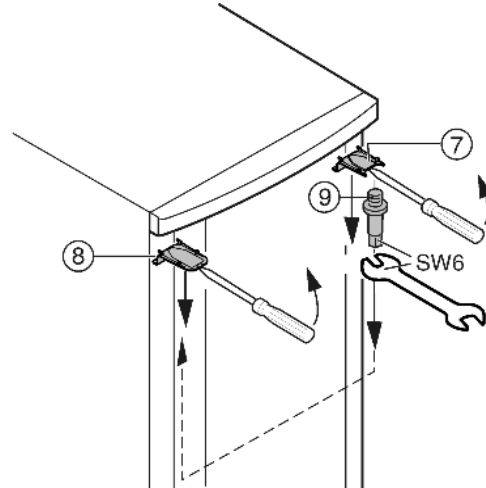

Fig. 7
- ▶ Oben Abdeckung Fig. 7 (7) und Abdeckung Fig. 7 (8) mit einem Schraubendreher vorn austrasten und schräg nach unten entfernen.
- ▶ Lagerbolzen Fig. 7 (9) herausdrehen und auf der Gegenseite **fest (mit 4 Nm)** eindrehen.
- ▶ Abdeckung Fig. 7 (7) auf der Seite des Lagerbolzens wieder montieren: hinten einsetzen, vorn einrasten.
- ▶ Abdeckung Fig. 7 (8) auf der Gegenseite montieren: hinten einsetzen, vorn einrasten.
- ▶ Tür oben in Lagerbolzen *Fig. 7 (9)* einhängen.